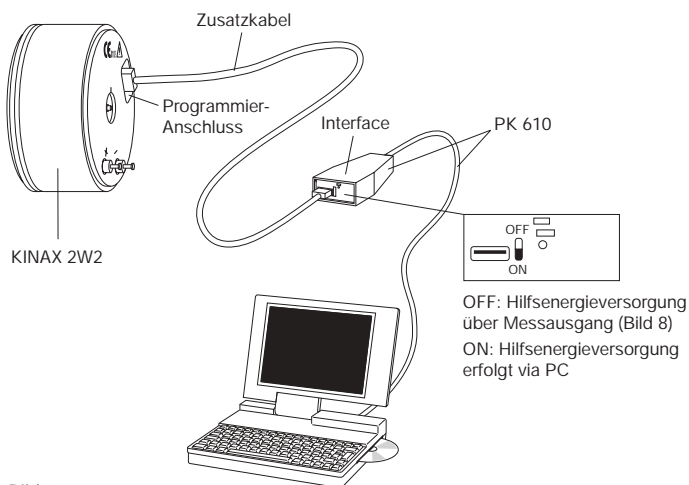

Bild 4
Winkel-Messumformer der Reihe KINAX 2W2 benötigen keine mechanische Nullpunktmarkierung (wird auf Kundenwunsch jedoch angebracht). Er kann nach dem Einbau auf eine beliebige Position eingestellt und dort mit Hilfe der Software 2W2 fixiert werden. Zum Gebrauch der Konfigurations-Software 2W2 ist kein Anschluss der Hilfsenergie am KINAX 2W2 erforderlich (Bild 4; Schalter AUX an PK 610 auf ON).
1. Winkel-Messumformer montieren und mit Messobjekt mechanisch verbinden. KINAX 2W2 nach Bild 4 mit der Programmier-einrichtung verbinden. Konfigurations-Software 2W2 starten. Gerät – wenn nötig – mit den gewünschten Messbereichsdaten konfigurieren.